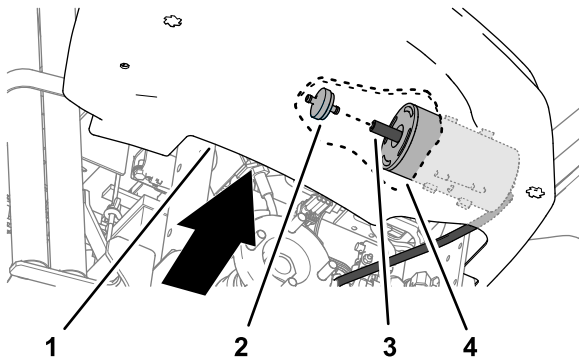

図 32
4. コンソールの下側の内側の端に手を伸ばして、カーボンキャニスターフィルターを後方に引き、カーボンキャニスターの端にあるホースを外す (図 32)。
- 新しいカーボンキャニスターフィルターをカーボンキャニスターの端にあるホースに挿入する (図 32)。